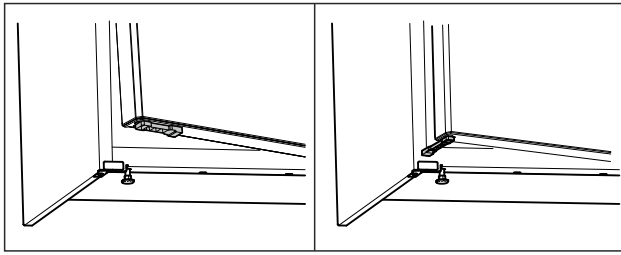

Fig. 63 *
- ▶ Girar el limitador de apertura de puerta 90°. (consulte Fig. 63) *